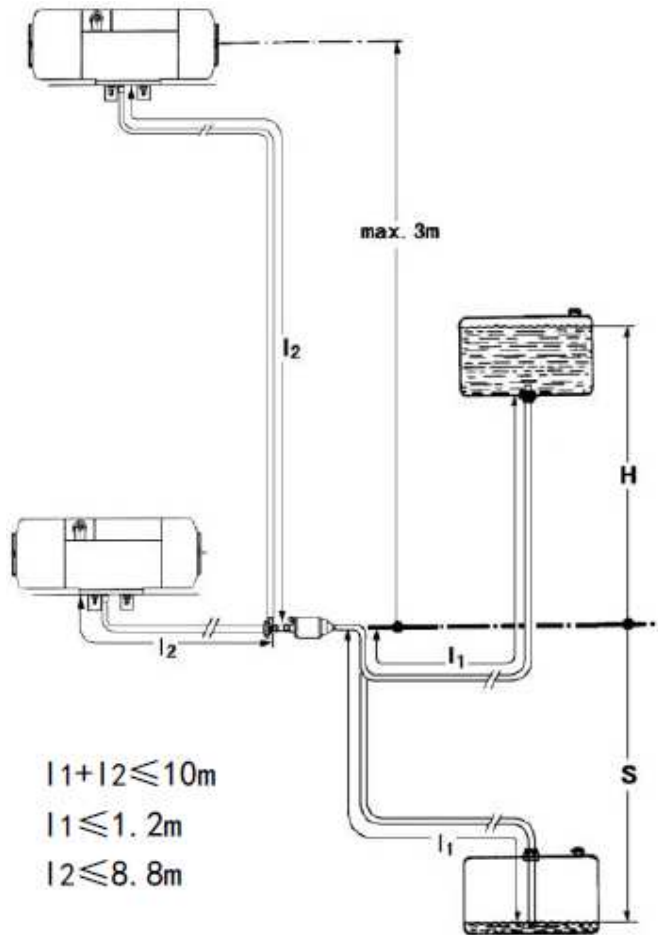

Рис. 12
4.4.2 Перепад высот между печкой, топливным насосом и между бензобаком и топливным насосом создаёт давление (всасывающую силу) от топлива к топливному насосу. Внутренний диаметр и длина топливной трубы связаны с сопротивлением испытываемым топливом на пути его прохождения. Такие факторы необходимо учитывать в момент установки. Смотрите данные представленные на Рис. 12.